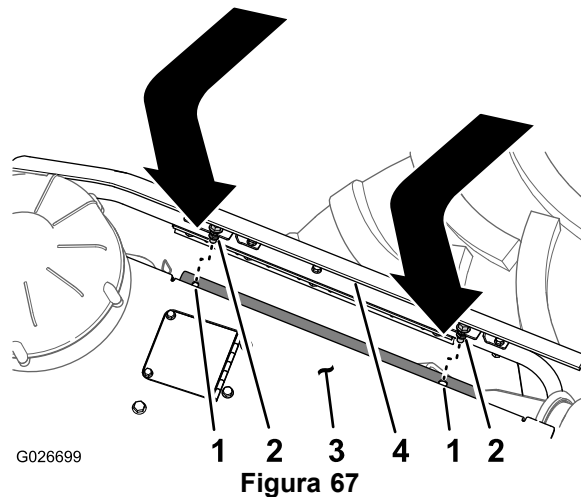

Figura 67
2. Alinhe o parafuso de fixação na parte superior do painel lateral com o furo no flange de suporte do capô (Figura 67).